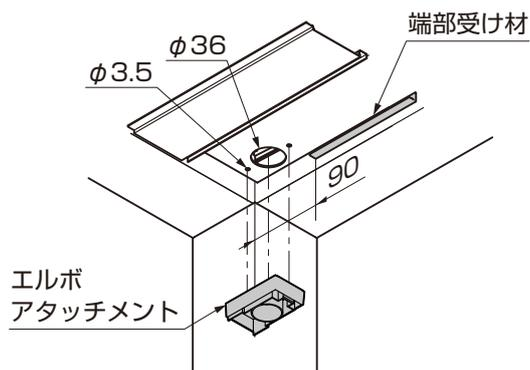

図11-114 A部詳細図
- ①エルボアタッチメントを樋にあて、ポンチ等でケガキ、ドリルで水抜き穴φ36とエルボアタッチメント取付穴φ3.5をあけてください。(図11-114、11-115参照)
- 以降の施工手順はP.65の③から、P.66の④の手順を参考にしてください。
- 端部受け材は樋樋がつく側の端部から90mmの範囲は取付けないでください。(図11-114参照)
- ④エルボアタッチメントにアタッチメントパッキンを貼付けし、ルーフの雨樋に【10-1】で取付けてください。